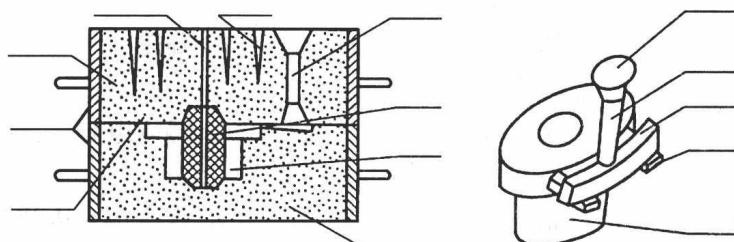

图 2-1
1. 标出图 2-1 中铸型装配图中浇注系统及铸件的各部分名称。